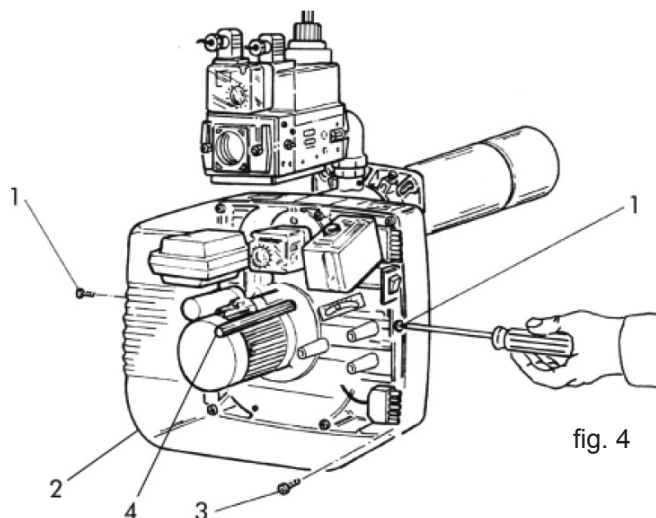

fig. 4
Pour accéder aux éléments principaux, il suffit de retirer le coffre comme indiqué à la (fig.4). Pour l'entretien de la tête de combustion, procéder comme suit:
- Dévisser les vis 1 et retirer le coffre 2 (fig.4).
- Dévisser les vis 3 et le pivot central 4 (fig.4).